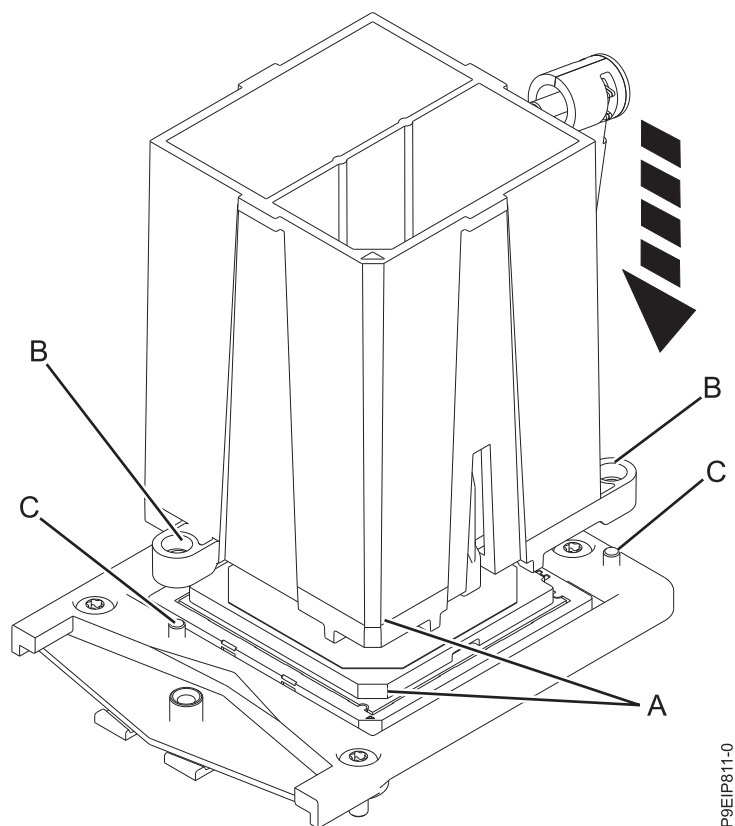

Figura 93. Instalando o módulo de processador do sistema
7. Abaixar a ferramenta e o módulo de processador do sistema no soquete. Alinhe o canto chanfrado **(A)** da ferramenta com o canto chanfrado do soquete, conforme mostrado na Figura 93 na página 81. Assegure-se de que os dois pinos guia **(C)** sejam inseridos nos orifícios de alinhamento **(B)** em cada lado da ferramenta. Tenha cuidado para abaixar a ferramenta nivelada sem incliná-la. Não tente deslizar a ferramenta e o módulo de processador do sistema em qualquer direção enquanto o módulo de processador do sistema estiver tocando no soquete. Se a ferramenta e o módulo de processador do sistema não estiverem alinhados com os pinos guia, levante a ferramenta e o módulo e reposicione-os.